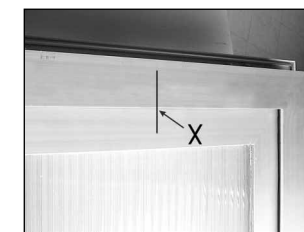

Abb. 2
2. Marque la línea central "X" en la hoja y el marco (fig. 2). En el caso de dos motores SHYNCRO, marque una línea central para cada motor con una distancia mínima de 202 mm. del borde exterior de la hoja.